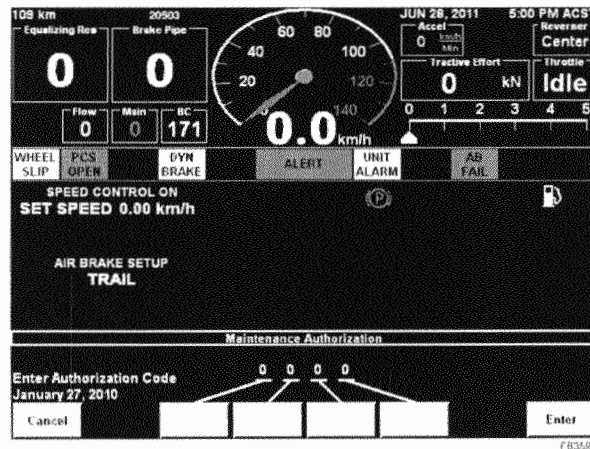

Figura 3-67. Autorización de mantenimiento
2. Se abre la venta Figura 3-67 Maintenance Authorization (Autorización de mantenimiento). Para acceder al menú Maintenance Mode (Modo de mantenimiento), es necesario introducir un código de 4 dígitos. Dicho código se basa en la fecha, por lo tanto es diferente todos los días.